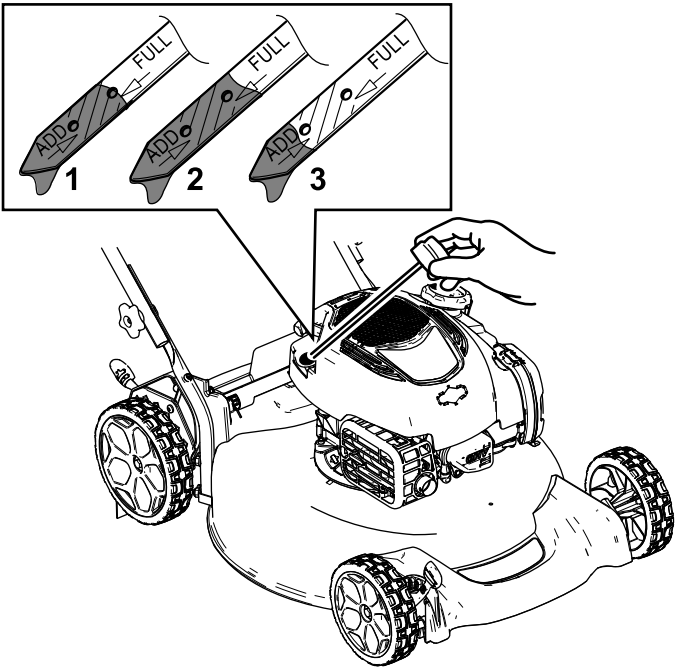

Figura 26
- 3. Retire la varilla girando el tapón en el sentido contrario a las agujas del reloj y tirando del mismo (Figura 26).
10. Observe en la varilla el nivel de aceite (**Figura 26**).